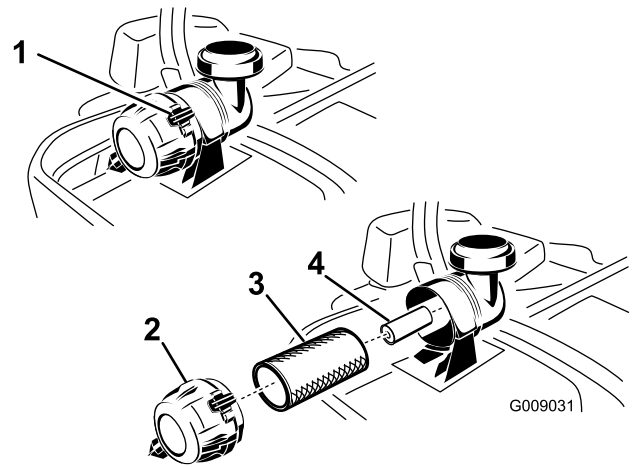

Figure 66
5. Sortez le préfiltre du boîtier du filtre avec précaution (Figure 66).
3. Ouvrez les attaches du filtre à air et détachez le couvercle du boîtier du filtre (Figure 66).
- Si vous remplacez l'élément intérieur, insérez-le avec précaution dans le boîtier du filtre (Figure 66).
- Placez ensuite le préfiltre sur l'élément de sécurité avec le même soin (Figure 66).
- Montez le couvercle, reniflard en bas, et tournez-le pour que les attaches verrouillent le couvercle en place (Figure 66).